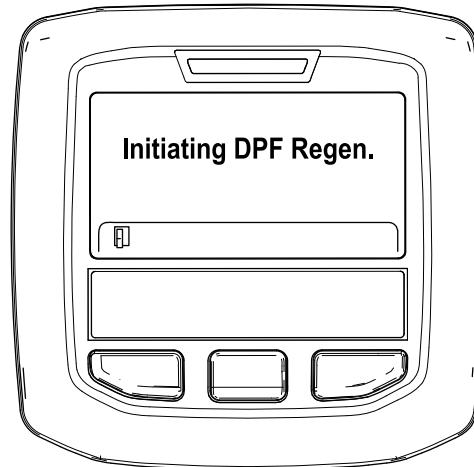

Figura 37
- A. “Initiating DPF Regen.” (A iniciar Regen. DPF) é apresentada (Figura 37).